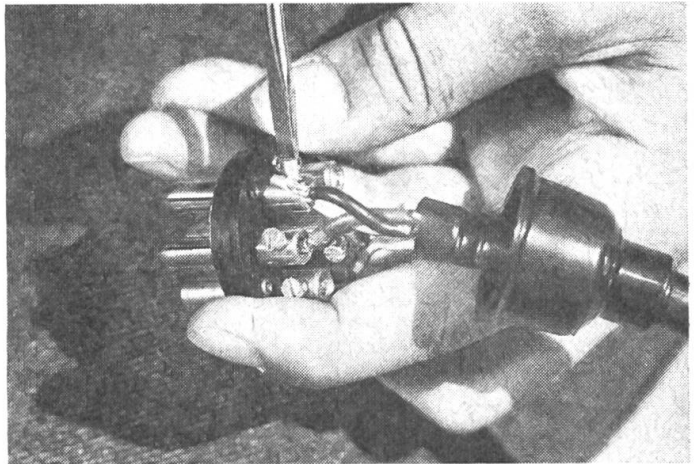

Abb. 9
- Wenn die Kabelfarben-Zuordnung bekannt ist, können die Kabelenden nun in die Klemmen eingeführt und verschraubt werden (Abb. 9).